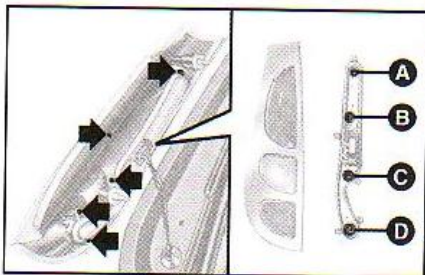

fig. 29
**As lâmpadas são do tipo: fig. 29**